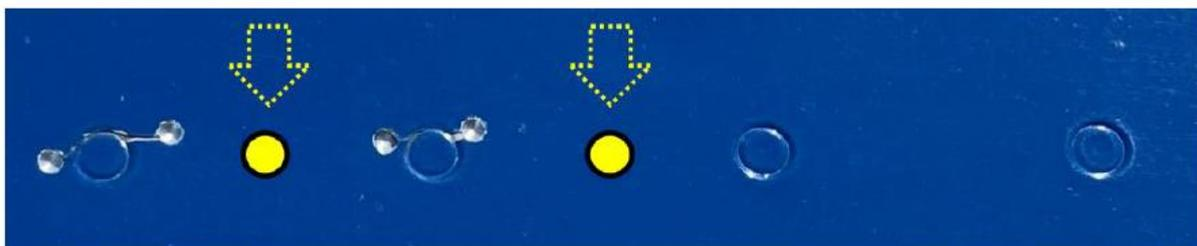

FIGURA 4: LOCAIS ONDE OS REBITES DEVEM SER INSTALADOS
Passo 4: Instale um rebite no ponto médio entre os rebites AN426AD3 existentes, em cada lado de qualquer rebite que tenha uma ou duas trincas com a furação. Consulte a Figura 4.